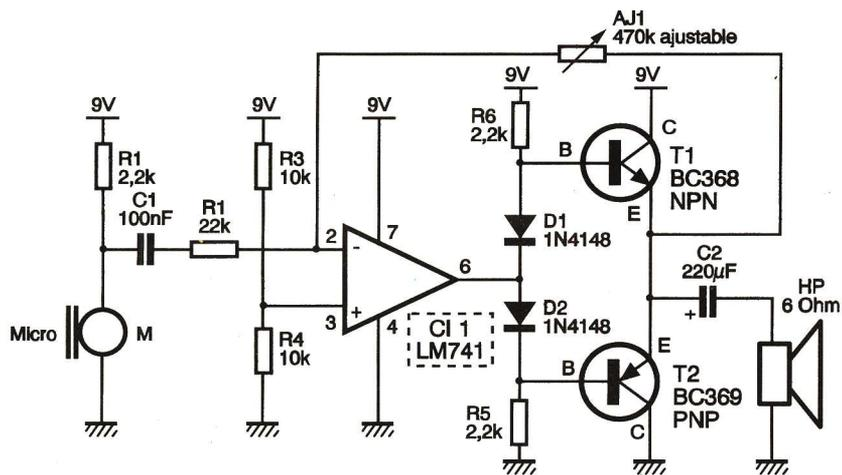

Fig 2
a. Un mini-amplificateur audio classe B (voir figure 2)
Le transistor bipolaire en mode saturé. **Fig 2**
En figure 2, nous avons représenté notre transistor à l'état conducteur ou fermé qui s'appelle encore l'état saturé. Cette situation se produit lorsque le courant injecté dans la jonction base-émetteur est bien supérieur à celui qui serait nécessaire compte tenu du gain du transistor pour le rendre conducteur (nous allons voir cela ci-après). Dans ces conditions, le transistor se comporte comme une résistance de faible valeur, mais, ici encore, on ne parle pas de la valeur de cette résistance mais plutôt de la tension qu'il reste aux bornes du transistor dans cet état, tension qui s'appelle tension de saturation ou V_{cesat} . Pour les « bons » transistors de commutation, elle est très faible, de l'ordre de 100 mV à quelques centaines de millivolts. Elle peut généralement être négligée sauf si l'on commute de forts courants, car, alors, il faut parler...